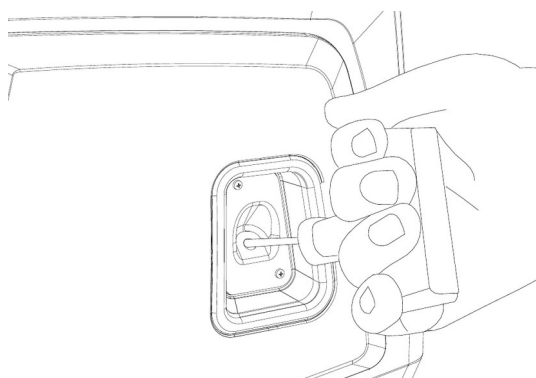

FIG. 7 — Lanceur à rappel
- 6) Tenez le groupe par la poignée, tirez lentement la poignée du lanceur (5) jusqu'à sentir une résistance, puis tirez franchement (FIG. 7). Accompagnez la corde lors de son retour.
- 7) Lorsque le moteur démarre, repoussez le starter (F) vers la position de marche au fur et à mesure que le moteur chauffe.